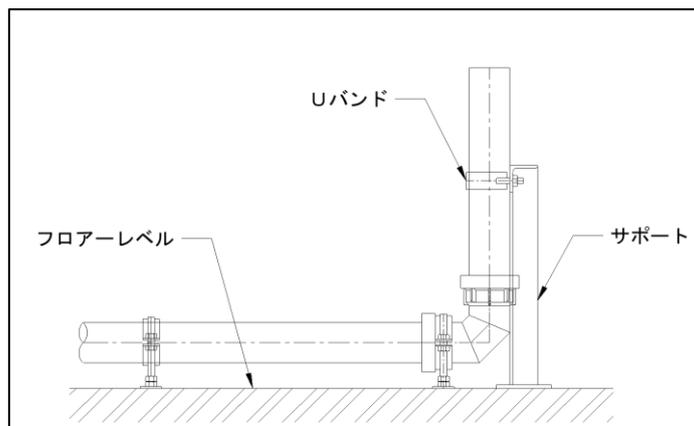
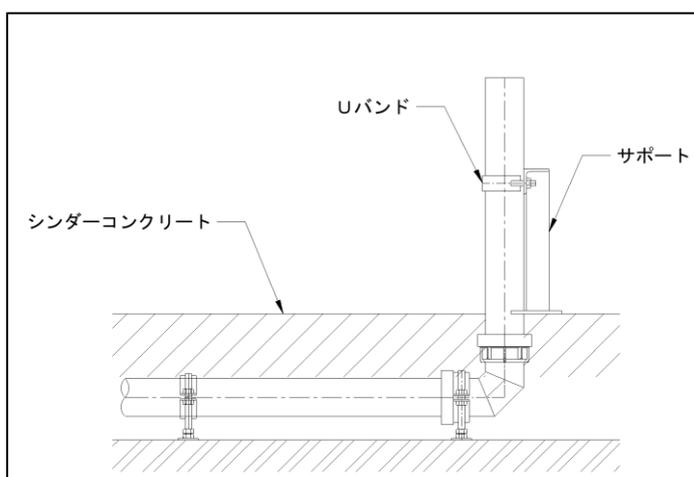

図3：立上り部支持例（床ころがし配管）
図4：立上り部支持例（シンダーコンクリート埋設配管）
- ・立上り部の管および継手は、埋設に耐えるように支持してください。また、床からの立上部は、管の抜けや倒れない様に門形支持金具により支持してください。（図3、図4）